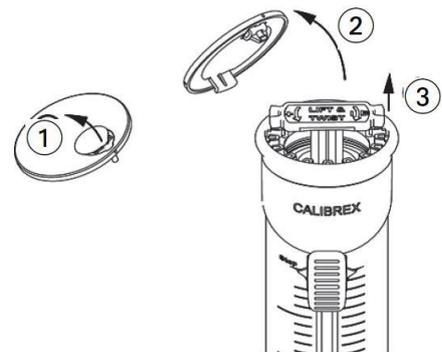

Fig.8 キャリブレーション方法
- ① キャリブレーションシールをはがします。(Fig.8 ①)
- ② キャップを取外します。(Fig.8 ②)
- ③ キャリブレーションキーを引き上げます。(Fig.8 ③)
- ④ キャリブレーションキーの+/-方向に従って、分注容量の微調整を行います。1目盛り回すと、以下の容量分変化します。